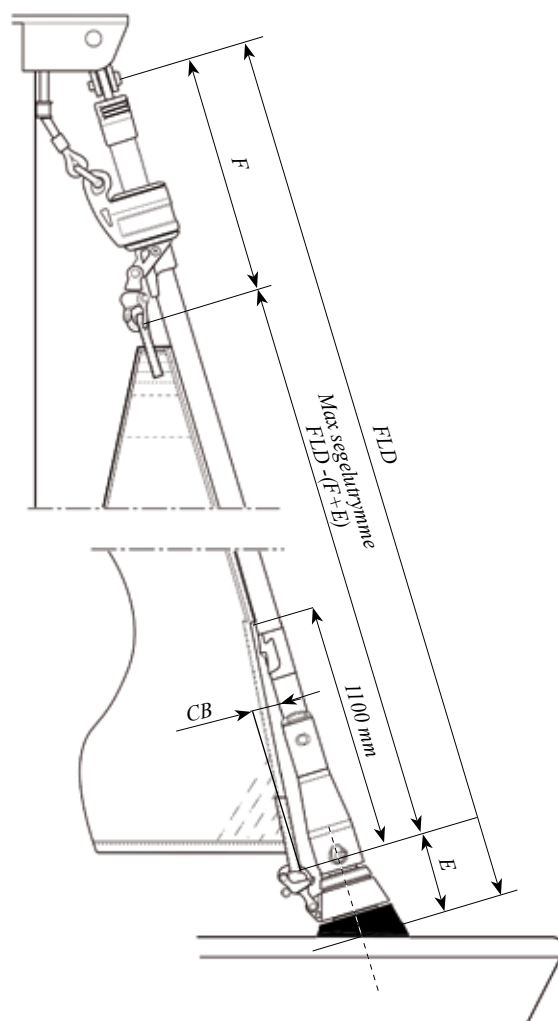

Fig. 7.1.b
- För att passa till Furlex-systemet kan seglet behöva modifieras. Max. förlikslängd beräknas enligt tabellen 7.1.1 och Fig. 7.1.b. FLD-(F+E), (uträknad förstagslängd FLD enligt tabell 3.6.1 – fallhornsavdrag-halshornsavdrag).